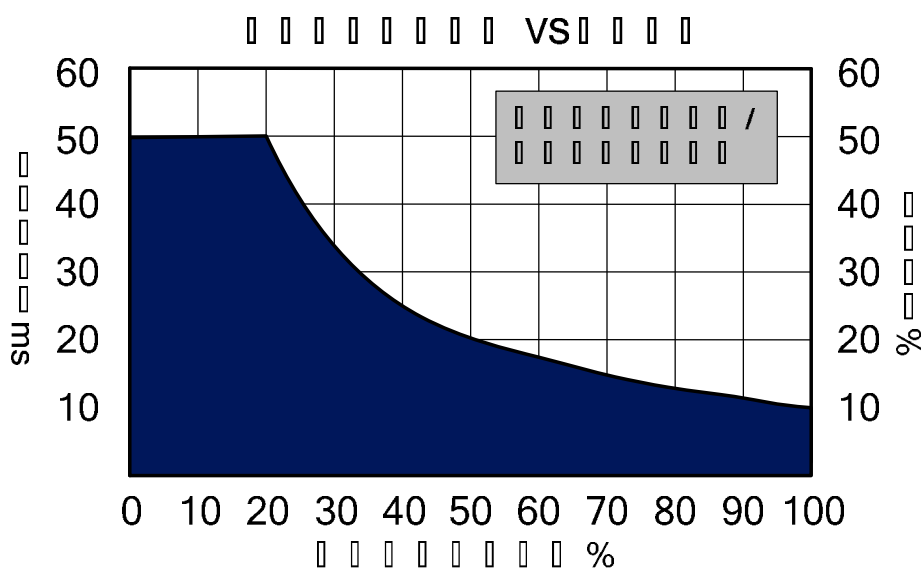

图 16 脉冲模式工作范围
- 丨 在脉冲模式下，最大脉冲宽度和最大占空比被限制在一定范围内（参见图 16，脉冲模式工作范围）。